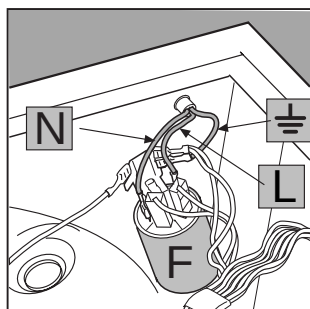

Fig. 14
3. Desconecta los cables del filtro antiinterferencia **F** [fig. 14] prestando atención a su posición (**cable azul = N**; **cable marrón = L**);